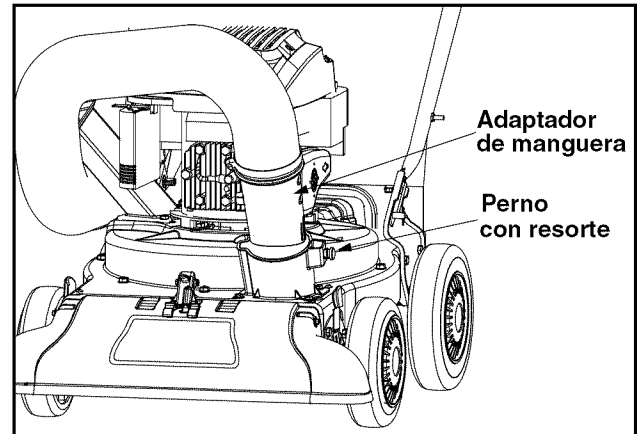

Figura 4
- Deslice el adaptador para manguera del montaje de la misma hacia el interior del adaptador base ubicado a la izquierda y al frente de la aspiradora para patios. Vea la Figura 4.